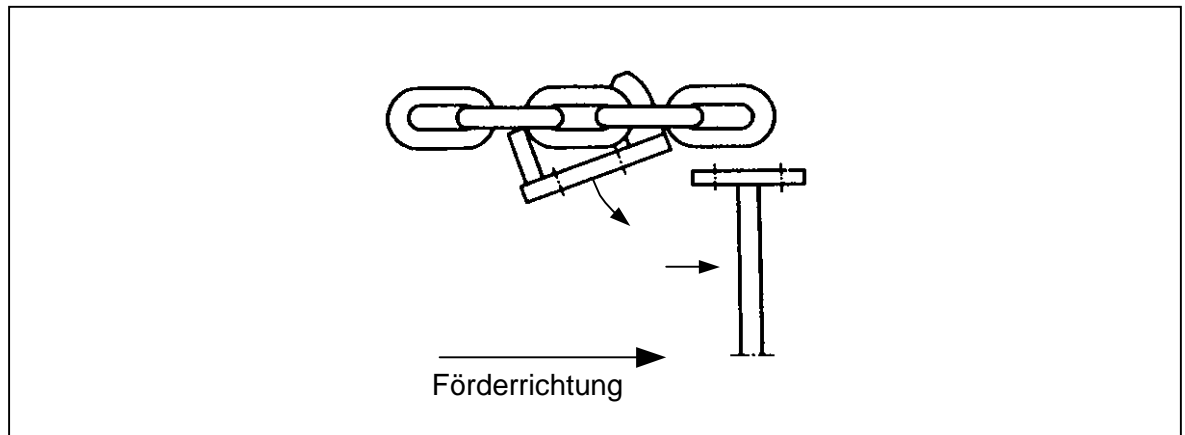

Bild 4
3. Grundplatte mit Geradem Bolzen drehend ausschwenken (Bild 4).